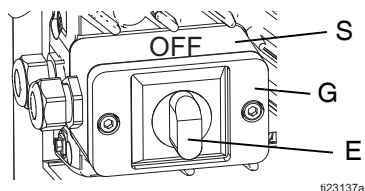

图 3：电源开关
- 将导线连接到设备上，并拆卸两颗螺丝，将接线盒盖 (G) 和电源开关 (E) 与喷涂机其他部分分开。参见图 3。
6. 关闭电源开关 (E)。将设备连接到电源。请参见图 3，第 6 页。